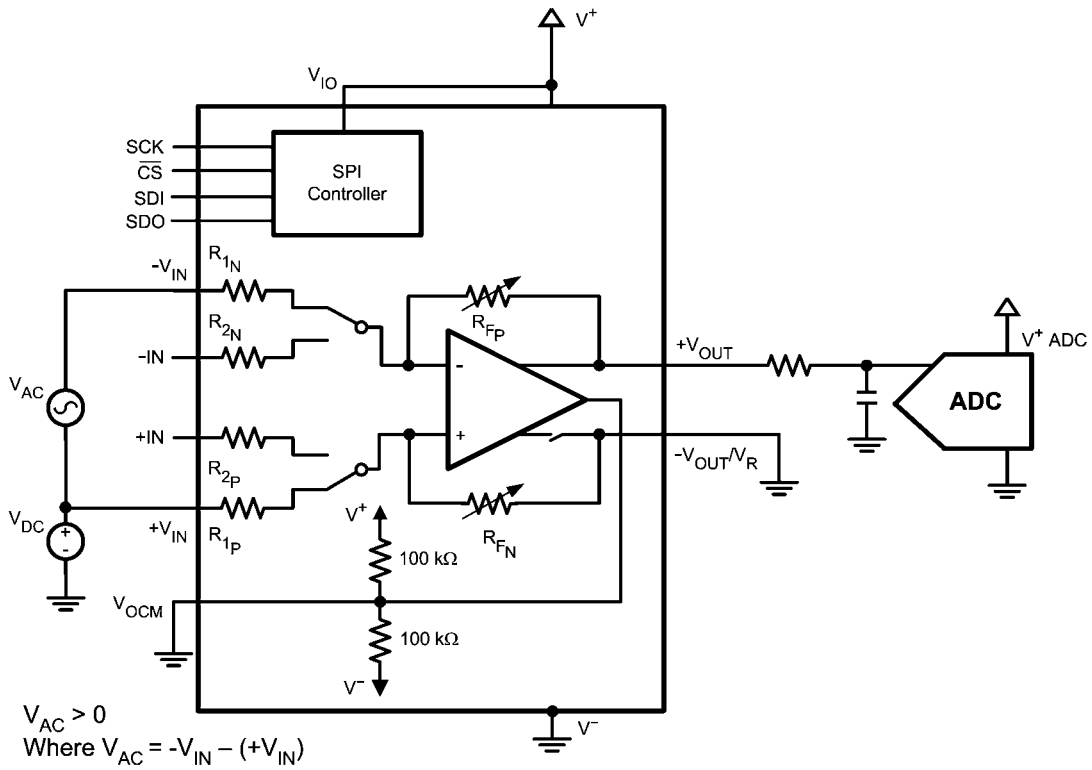

FIGURE 3. Unipolar Input Signal to Single-Ended ADC Interface
2. ユニポーラ入力信号の場合、非反転出力はグラウンドに接続されます (Figure 3)。